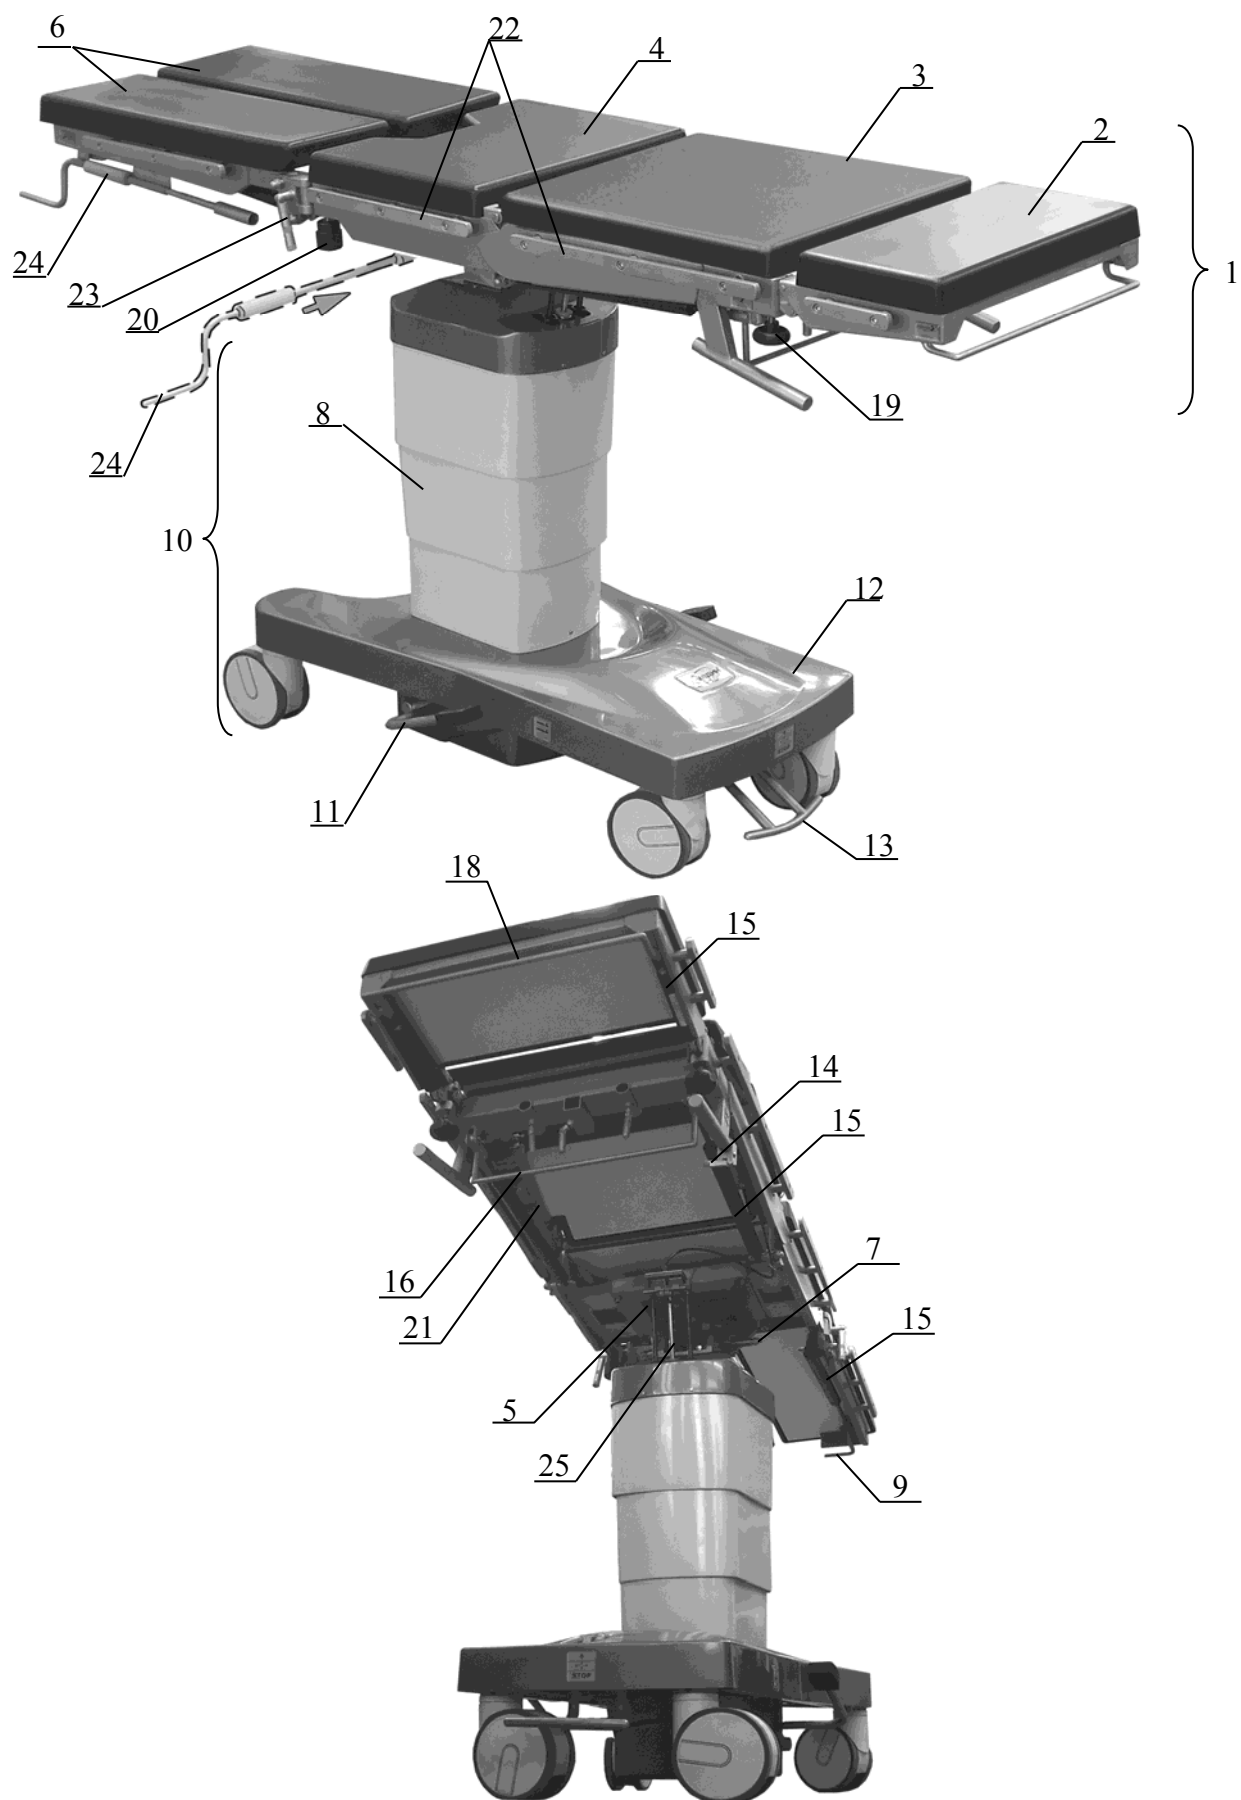

Рисунок 1. Стол общехирургический ОК-ГАММА МОБИЛ.
6.2 Панель стола состоит из секций: головной 2, спинной 3, центральной (тазобедренной) 4 и ножной 6 (Рисунок 1). Ножная секция состоит из двух частей правой и левой.